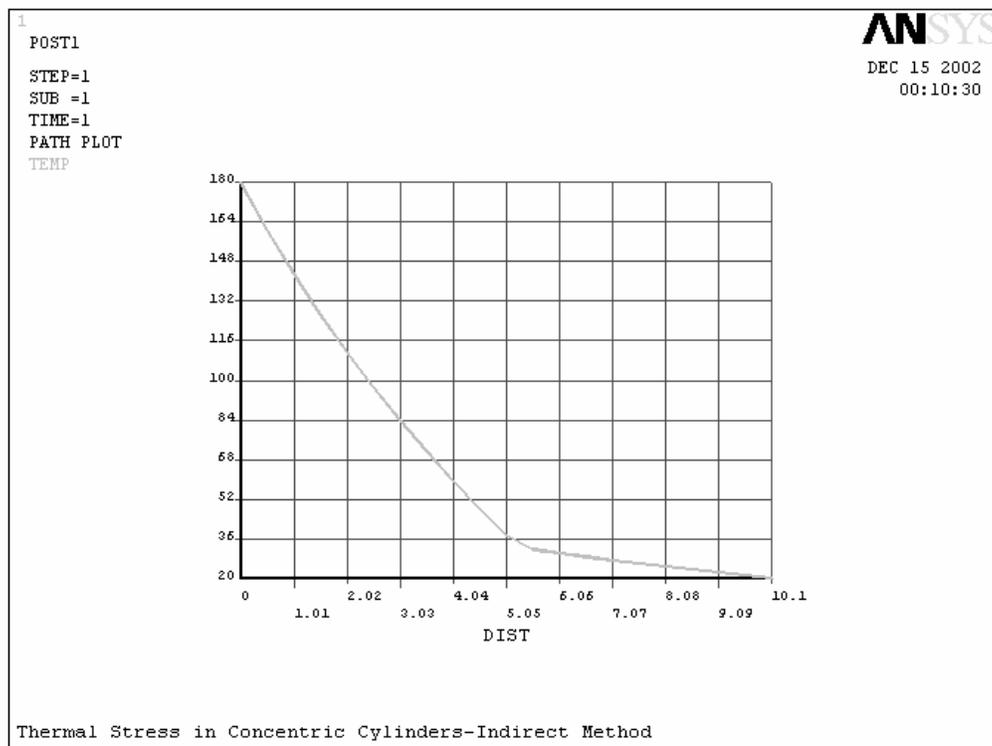

图 12.31 温度沿路径变化曲线
13. 在对话框中单击要绘制路径项目列表框中的“TEMP”选项，使其高亮度显示，然后单击  按钮关闭对话框，在 ANSYS 图形显示窗口中将会绘制出温度沿路径变化的曲线，如图 12.31 所示。